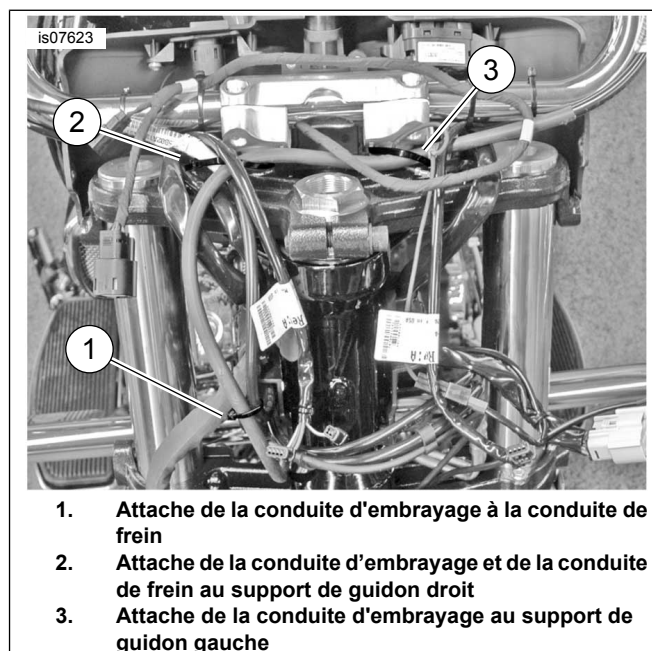

Figure 1. Conduites de liquide d'embrayage et de frein, modèles de carénage (carénage retiré pour plus d'espace)
4. **Modèles avec carénage** : voir Figure 1 . Retirer les serre-câbles qui fixent la conduite du liquide d'embrayage sur la conduite de frein et sur la bride de guidon.
2. **Modèles avec carénage** : voir Figure 1 . Acheminer la conduite de liquide d'embrayage dans le carénage intérieur vers le maître-cylindre en suivant l'acheminement initial. Attachez légèrement le câble à chaque support de guidon et à la conduite de frein à l'aide de trois nouveaux serre-câbles (achetées séparément).
9. **Modèles avec carénage** : voir Figure 1 . Fixez la conduite de liquide d'embrayage sur le collier de serrage du guidon et la conduite de frein à l'aide de trois nouvelles sangles de câble. **Modèles FLRT** : voir Figure 6 . Placez le serre-câbles autour du tube du cadre et de la conduite d'embrayage à travers la petite fente dans le support de nœud papillon. **Modèles Softail** : voir Figure 8 . Régler le routage devant le système ABS (si nécessaire) et vers le bas sur le tube latéral droit du cadre. Fixez-le comme indiqué au moment du retrait.